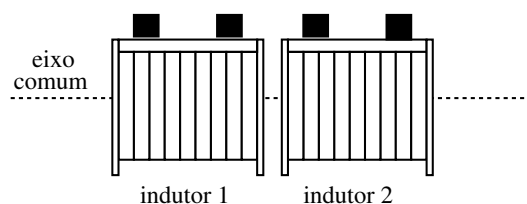

Figura 9.2: TRANSFORMADOR. Montagem experimental dos indutores para o estudo de transformadores.
- Aproxime os dois indutores no sentido axial, conforme a figura 9.2. Ligue e desligue a corrente usando o interruptor de campainha. Observe em que situação o galvanômetro indica a passagem de corrente e o seu sentido.